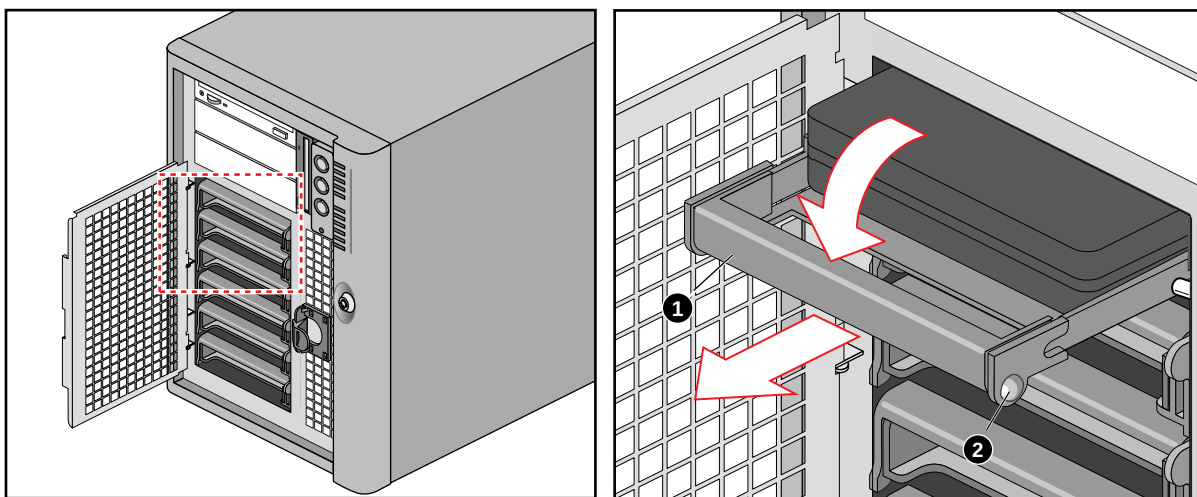

Figure 5-2 Dégagement du berceau de disque dur du châssis
5. Enfoncez la patte arrondie (légende 2 en Figure 5-2) à droite du berceau vers la gauche (vers le centre du disque dur) tout en tirant doucement vers le bas la poignée du berceau (légende 1 en Figure 5-2). Cette opération désengage le loquet qui fixe le berceau au châssis.